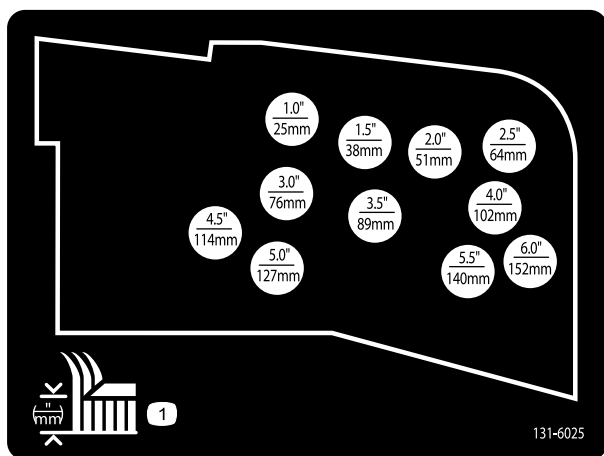

Figura 21
10. Monte las cadenas de altura de corte en el orificio de altura de corte deseado con el pasador de horquilla y la chaveta (Figura 21).